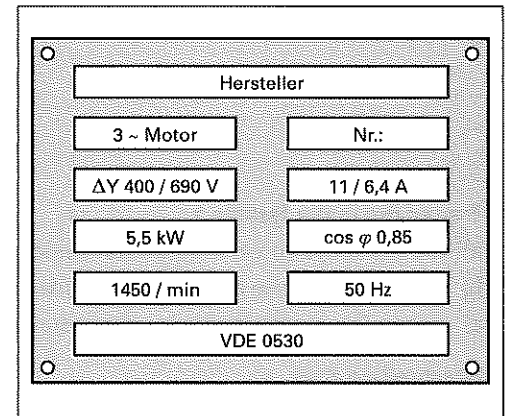

Bild 1: Leistungsschild Drehstrommotor
1. Analysieren Sie das Leistungsschild (**Bild 1**) eines Drehstrom-Motors und beantworten Sie dazu folgende Fragen:
b) wie groß sind diese Leistungen beim Drehstrommotor (**Bild 1**) in Sternschaltung an einem Drehstromnetz 3/N~50 Hz 690/400 V?
3. Auf welchen Wert wird das thermische Überlastrelais zum Schutz des Motors (**Bild 1**) eingestellt, wenn der Motor an einem Drehstromnetz 3/N~50 Hz 690/400 V betrieben wird?